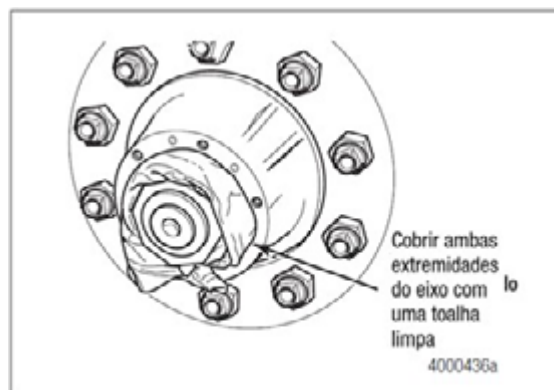

Figura 2.7
5. Cubra os componentes de ambas as extremidades do eixo com uma toalha limpa. Figura 2.7.